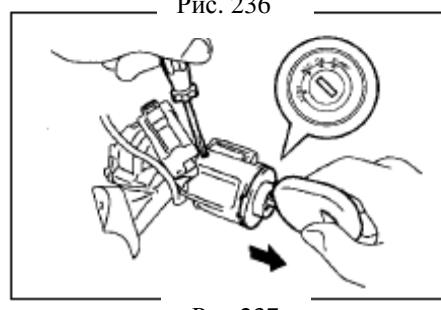

Рис. 237
- (1) Установите замок зажигания в положении АСС (Вспомогательное оборудование).
- (2) Нажмите на стопорный штифт и вытяните сердцевину замка.(рис. 237)